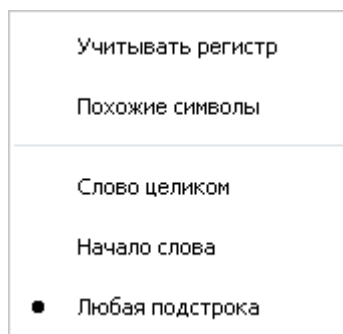

Рис. 74
4. Прежде чем вводить параметры поиска, сделайте настройки. Для этого нажмите на кнопку **Настройки поиска**, укажите пункт **Поиск в каталогах** и выберите параметры для поиска (Рис. 74).